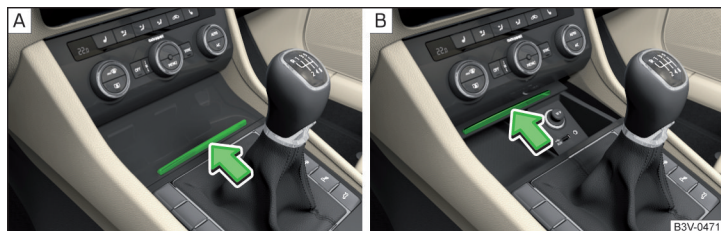

Fig. 107 Compartiment de depozitare: deschiderea/închiderea
- Pentru **deschidere**, apăsați bagheta în sensul săgeții » **fig. 107 - A**.
- Pentru **închidere**, apăsați bagheta în sensul săgeții » **fig. 107 - B**. Capacul se va închide singur.